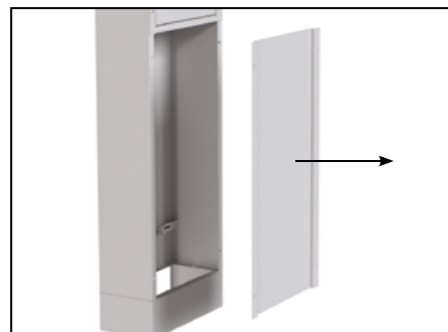

Рис. 46
- 4.2. Вывернуть 4 винта М4×16 (3.8) и снять панель фасадную (рис. 46). Винты сохранить.